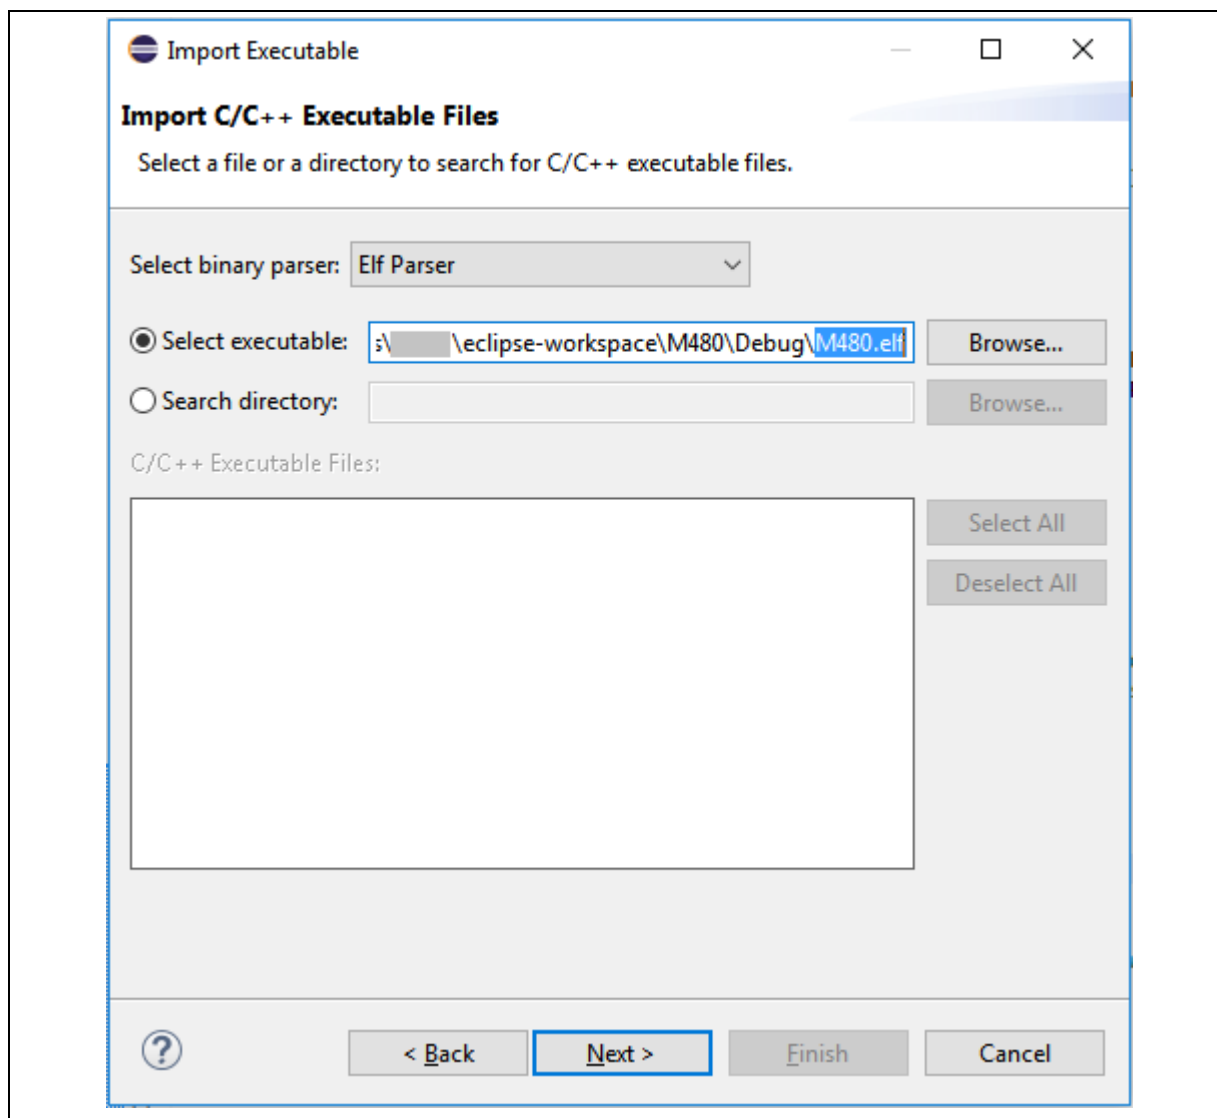

图 4-27 选择执行档
2. 单击Select executable之后的Browse，然后选择一个执行档（请参阅图 4-27）。